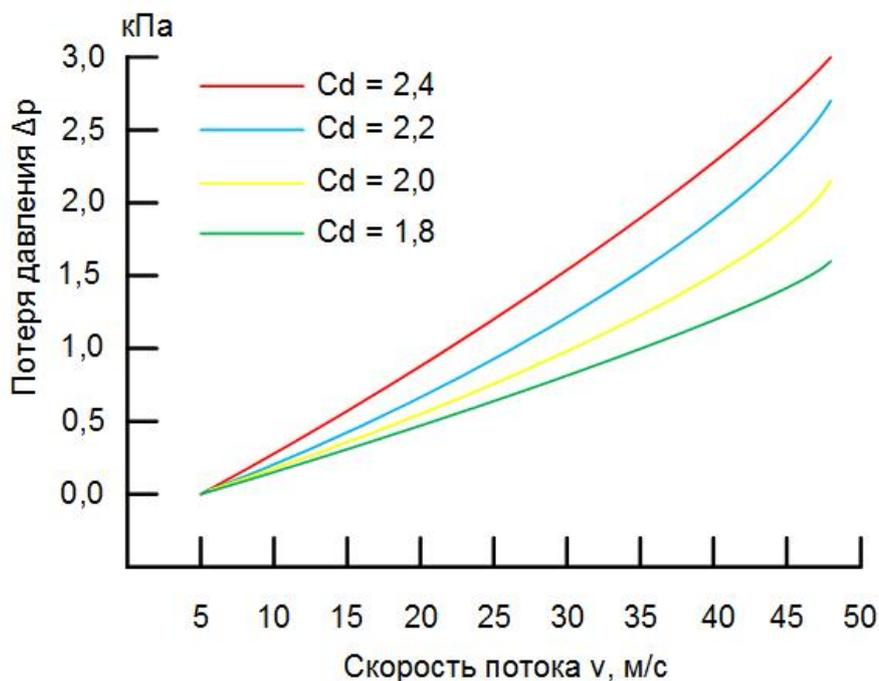

Рис.1. График потери давления
1.2.9. График потерь давления в проточной части расходомера приведен на рис.1.